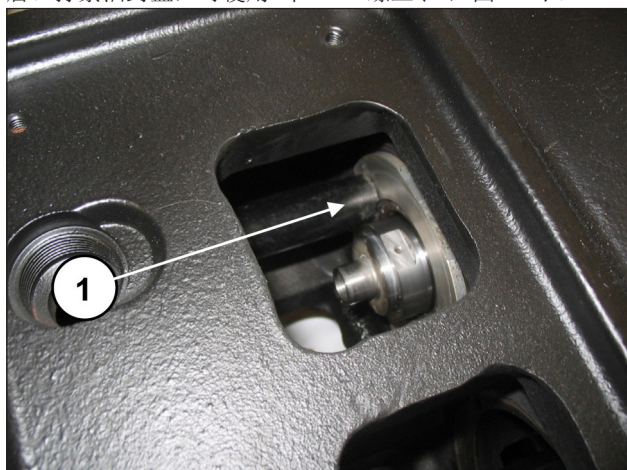
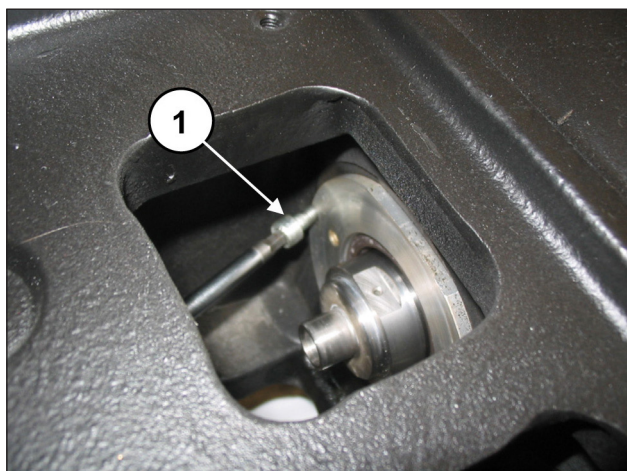

图 142
图 143
确保盖子完全进入底座(①, 图 142) 注意不要损坏油封唇。拧紧油封盖, 可使用2个M6x14螺丝(①, 图 143)。